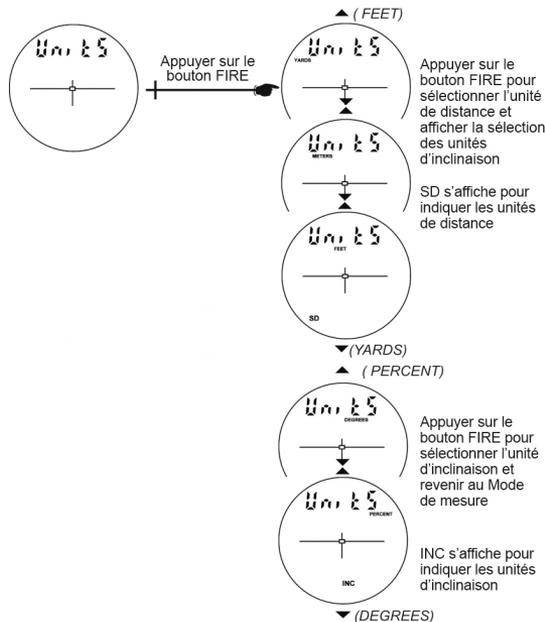

Figure 12
1. À partir du Mode de mesure, appuyer sur le bouton  pendant 4 secondes pour accéder au Mode de configuration du système. « UnitS » s'affiche sur l'écran principal comme l'illustre la Figure 12.